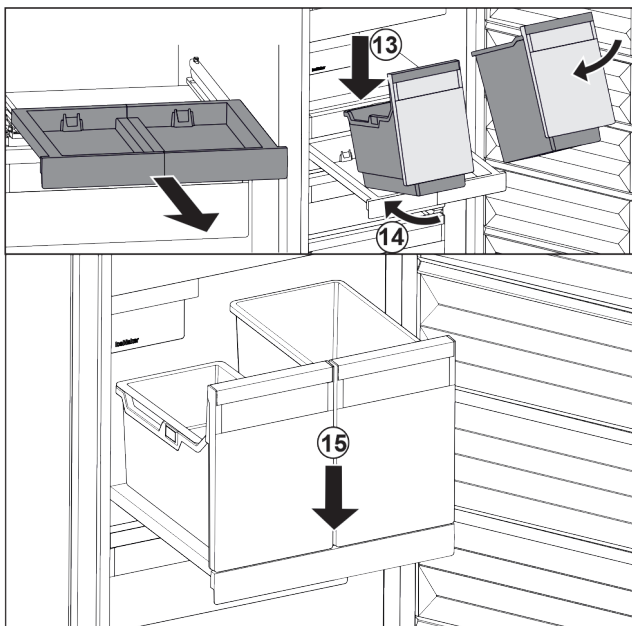

Fig. 95
- ▶ Așezați recipientele oblic pe raftul extractibil. Fig. 95 (13)
- ▶ Inșerați recipientul oblic spre partea posterioară. Fig. 95 (14)
- ▶ Depuneți recipientul în față. Fig. 95 (15)